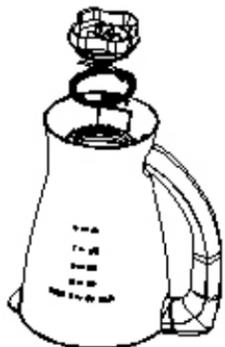

Fig. 3
- 1) Collocare la caraffa rovesciata su una superficie liscia. Tenendo il frullatore per l'impugnatura, inserire l'anello di tenuta 2 e le lame nella parte inferiore della base della caraffa e fissare le lame in posizione avvitandole in senso antiorario fino a quando saranno ben ferme. (consultare la Fig. 3)